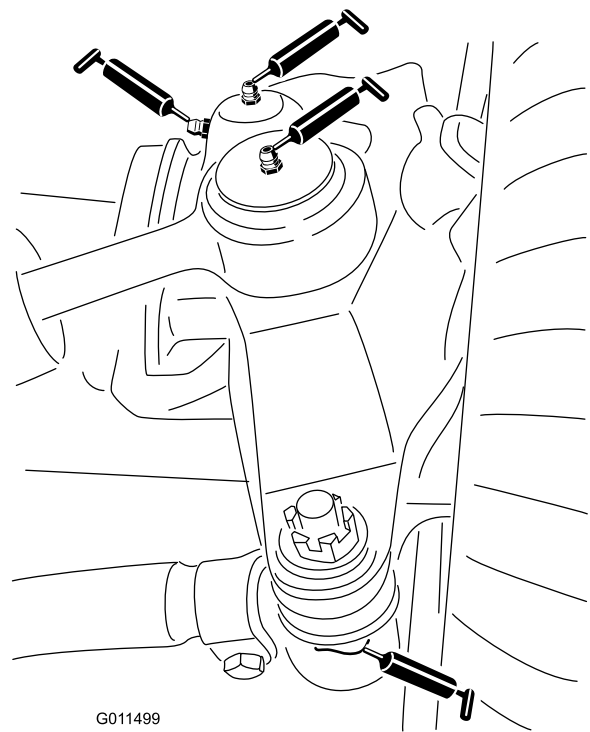

Figure 38
- Rotules de vérin de direction (2) (Figure 38)
- Rotules de biellettes (2) (Figure 38)
- Bagues de pivots de fusées (2) (Figure 38).